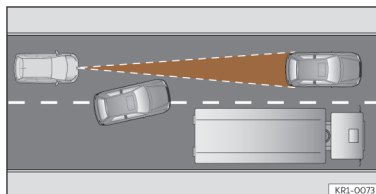

Abb. 122 Fahrspurwechsel eines anderen Fahrzeugs.
- Fahrzeuge, die in geringem Abstand auf die eigene Fahrspur wechseln >>> (Abb. 122).